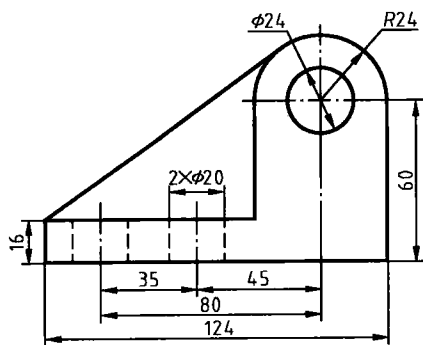
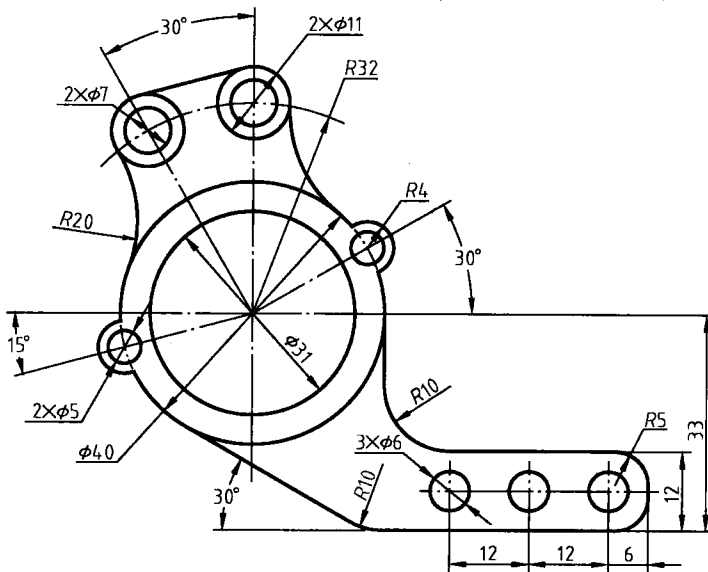

图 1-8 平面图（一）
图 1-12 平面图 (五)
- 1) 以 A4 图幅为样板绘制下列零件平面图，如图 1-8 ~ 图 1-12 所示。